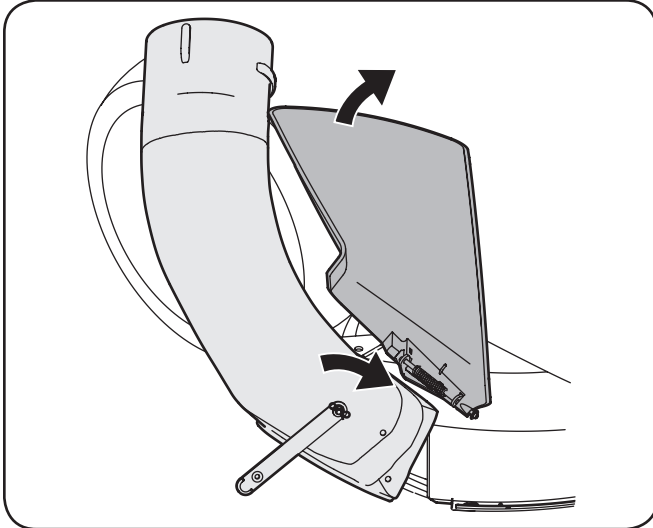

Figura 4-20
11. Con el canal de descarga del tractor levantado y mantenido abierto, instale el codo del canal sobre la abertura del canal colocando el borde posterior superior del codo sobre la parte posterior de la abertura de la plataforma, girando luego el codo hacia abajo y sobre la abertura del canal. Vea la Figura 4-20.